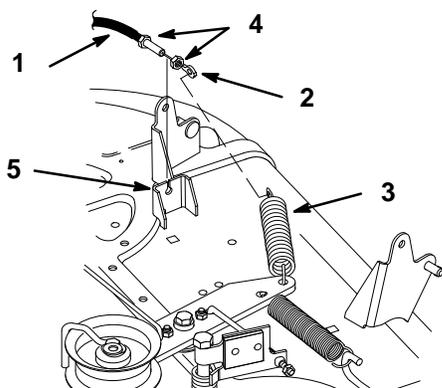

Figure 38
- Décrocher du ressort de galet tendeur l'anneau de l'extrémité du câble de commande de lame (PdF) (Fig. 38).
7. Retirer le contre-écrou du câble de commande de lame (PdF) qui se trouve sur le support de fixation. Glisser le câble hors du support (Fig. 38).